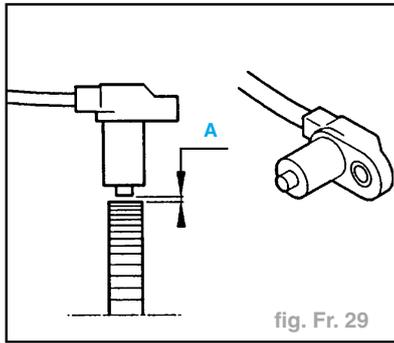

fig. Fr. 29
- L'entrefer (A) de ces capteurs n'est pas réglable (fig. Fr. 29).